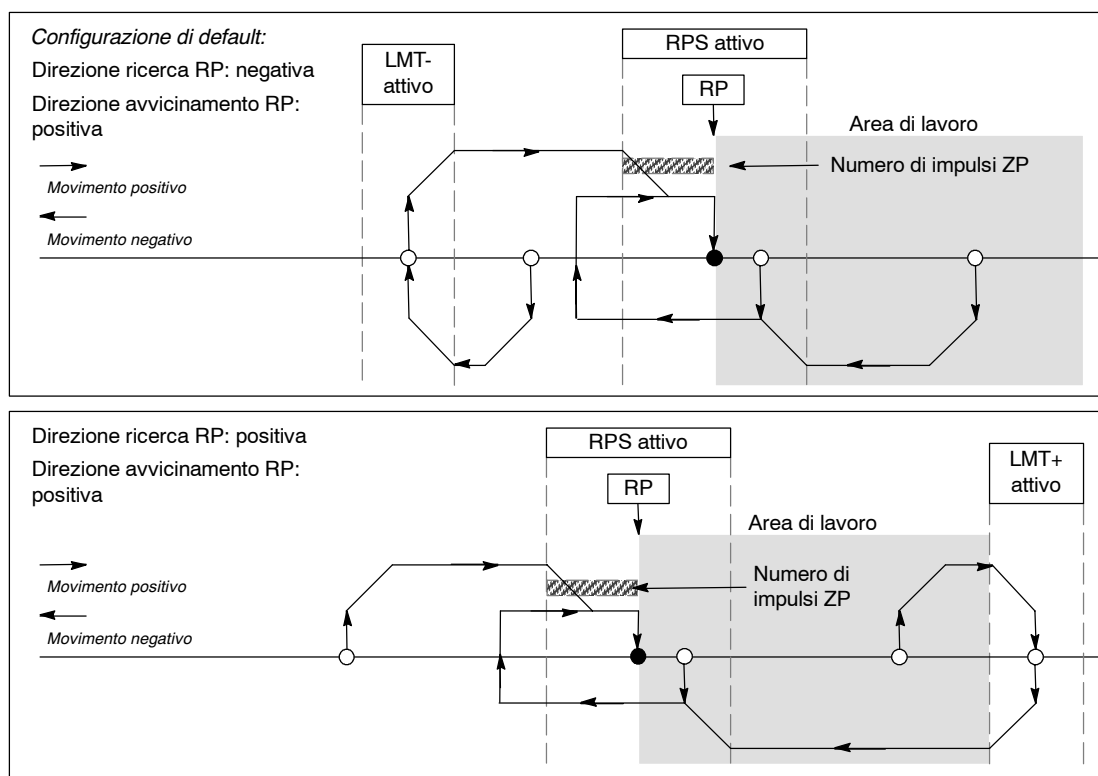

Figura 9-24 Ricerca dell'RP: modo 4
- ☐ La figura 9-24 rappresenta due opzioni del modo 4 di ricerca dell'RP. Questo modo individua l'RP come numero specificato di impulsi zero (ZP) all'interno dell'area attiva dell'ingresso RPS.